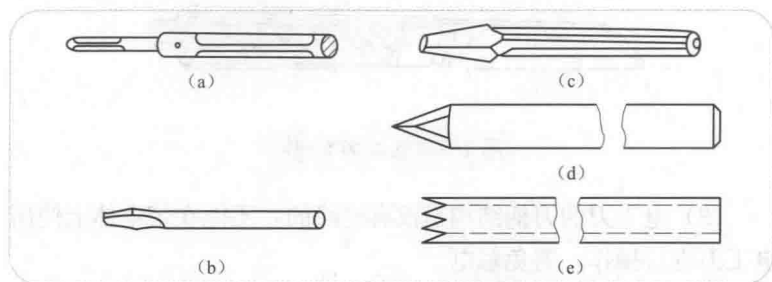

图 1-8 墙孔铤
(1) 圆棒铤：如图 1-8 (a) 所示，用来铤打混凝土结构的木榫孔。
(2) 小扁铤：如图 1-8 (b) 所示，用来铤打砖墙上的木榫孔。
(3) 大扁铤：如图 1-8 (c) 所示，用来铤打角钢支架和撑架等的埋设孔穴。
(4) 长铤：图 1-8 (d) 为圆钢长铤，用来铤打混凝土墙上通孔；图 1-8 (e) 为钢管长铤，用来铤打砖墙上通孔。